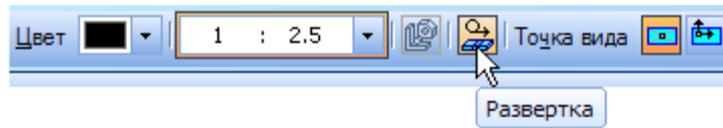

Рисунок 78.
- Нажмите кнопку Развертка на Панели свойств (рис. 78).